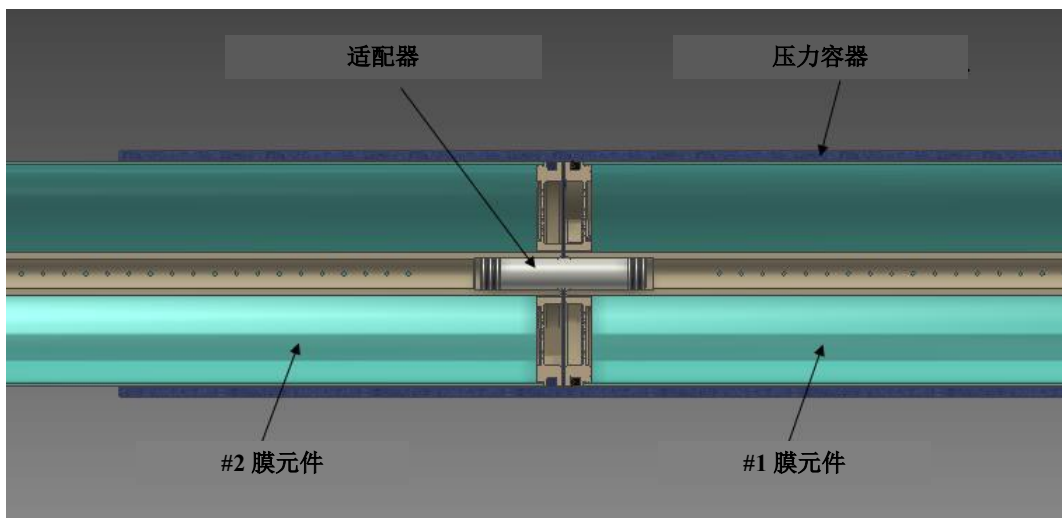

图 2 两支膜元件之内插式连接适配器示意图
7. 把另一支膜连接到适配器上, 然后推动两支膜到第二支膜 3/4 长度也进入压力容器中, 拆掉第二支膜的包装袋。**警告:** 膜元件在压力容器外部分的重量不是靠适配器和膜元件支撑的, 见图 2。